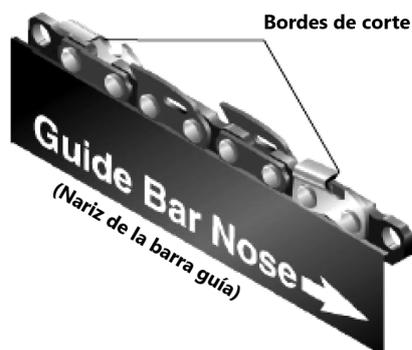

Figura 16
4. Coloque la cadena nueva alrededor del piñón de arrastre, a lo largo de la ranura superior de la espada y alrededor de la punta de la espada. Nota: Asegúrese de que los bordes cortantes de la cadena estén orientados en la dirección correcta. Coloque la cadena de forma que los bordes cortantes de la parte superior de la espada queden orientados hacia la punta de la espada (**ver la figura 16 y el indicador de la cubierta lateral de la motosierra**).